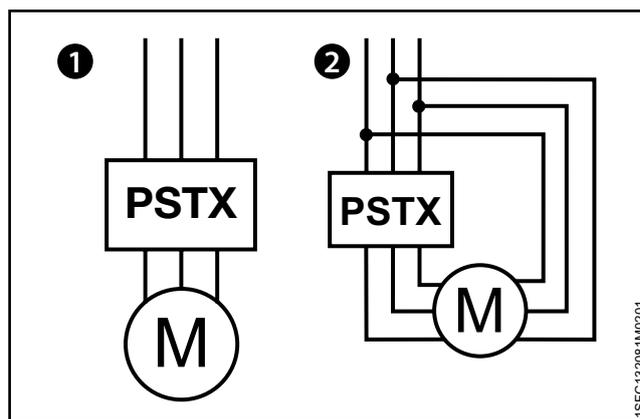
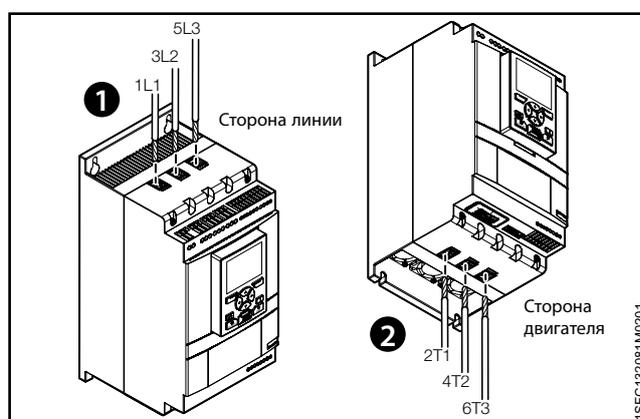

Рис. 5.1
Рис. 5.2
Устройства плавного пуска PSTX30...PSTX1250 могут подключаться как «в линию» (см. **1** **рис. 5.1**), так и в соединение «треугольником» (см. **2** **рис. 5.1**). Используйте проводное соединение для устройства PSTX30...105 (см. **рис. 5.2**) и клеммное соединение для устройства PSTX142...570 (см. **рис. 5.3**).
- Подключите сторону линии питания к клеммам 1L1, 3L2, 5L3, см. **1** на **Рис. 5.2** и **Рис. 5.3**.
- Подключите двигатель к клеммам 2T1, 4T2, 6T3 на стороне двигателя, см. **2** на **Рис. 5.2** и **Рис. 5.3**.